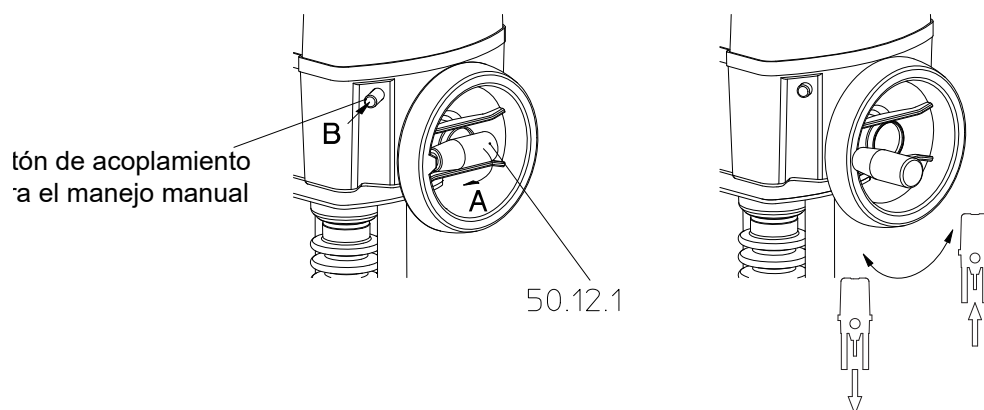

Figura 8
- **sólo 2,2-5 kN:** Girar el volante de emergencia (pos. 50.130) con una llave de tornillos (ancho de llave 17) y extender el actuador lineal hasta que el husillo de accionamiento (pos. 50.30) quede apoyado en el casquillo roscado (pos. 50.87).
- **sólo 12-15 kN:** Desplegar la palanca del volante (pos. 50.12.1), presionar el botón de acoplamiento para manejo manual, mientras se gira ligeramente el volante (el botón engancha), y extender así el actuador lineal hasta que el husillo de accionamiento (pos. 50.30) quede apoyado en el casquillo roscado (pos. 50.87) (véase también el punto 5.2.2 ARI-PREMIO®-Plus 2G 12 - 25 kN, Figura 8).